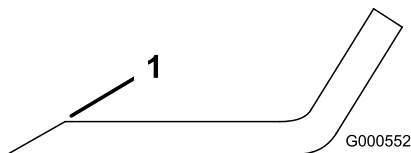
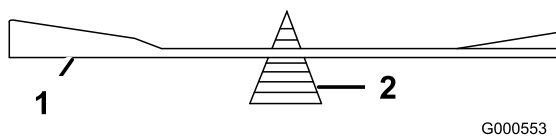

Figura 46
Figura 47
1. Utilice una lima para afilar el filo de corte en ambos extremos de la cuchilla (Figura 46). Mantenga el ángulo original. La cuchilla permanece equilibrada si se retira la misma cantidad de material de ambos bordes de corte.
2. Verifique el equilibrio de la cuchilla colocándola sobre un equilibrador de cuchillas (Figura 47). Si la cuchilla se mantiene horizontal, está equilibrada y puede utilizarse. Si la cuchilla no está equilibrada, rebaje algo el metal en la parte de la vela solamente (Figura 46). Repita este procedimiento hasta que la cuchilla esté equilibrada.